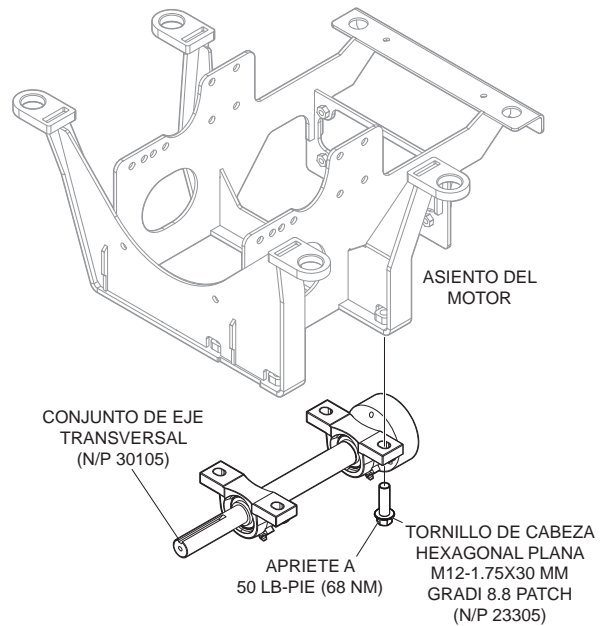

Figura 15. Instalación del eje transversal
4. Use un cubo de 16 mm para instalar el nuevo conjunto de eje transversal (Figura 15), N/P 30105, con tornillos (4), N/P 23305, en el asiento del motor. Aplique Loctite azul (N/P 1477).
1. Vuelva a montar el eje transversal (con el conjunto de polea inferior) sobre el asiento del motor. Consulte la "Montaje del eje transversal" sección y Figura 15.